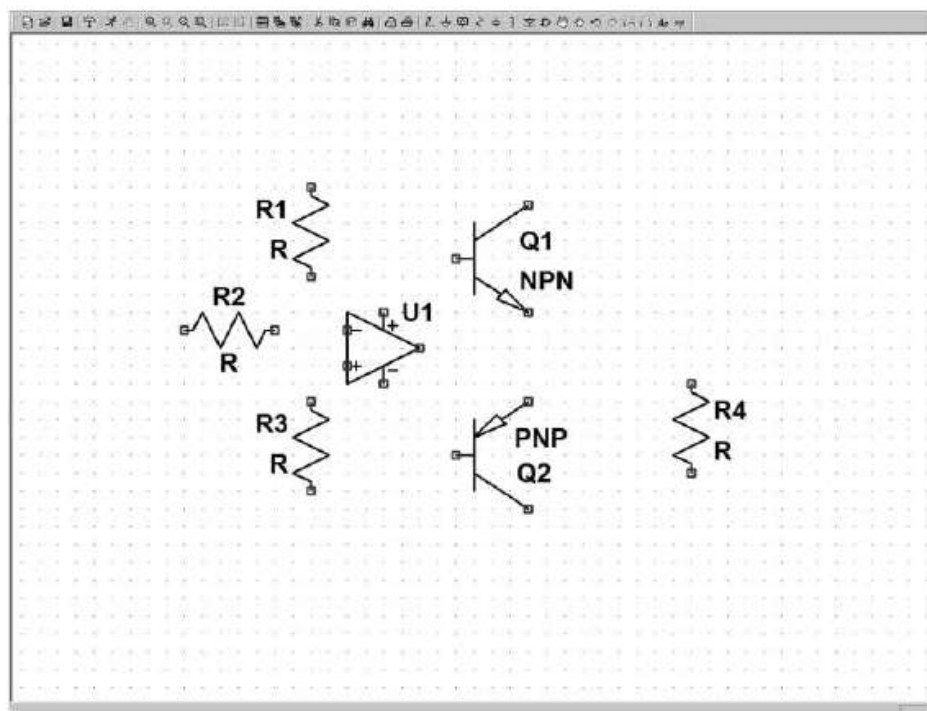

Figure 3.12
8. Nous plaçons maintenant quatre résisteurs. Ce composant, très courant a un régime de faveur. Pour éviter d'aller le chercher dans le répertoire des composants, il est directement accessible dans la barre des icônes . Cliquez gauche une seule fois, le symbole d'un résistor placé verticalement suit les mouvements de votre curseur de souris. Nous avons besoin d'un premier résistor horizontal, il faut donc le faire pivoter. Deux solutions sont possibles, soit vous utilisez l'icône pivotement  soit le raccourci clavier **Ctrl + R** comme précédemment, puis vous placez votre résistor comme n'importe quel composant. Vous placez les quatre résisteurs puis vous cliquez droit pour éliminer la copie du résistor qui reste attaché au curseur de la souris, à la fin de l'opération, figure 3.12.